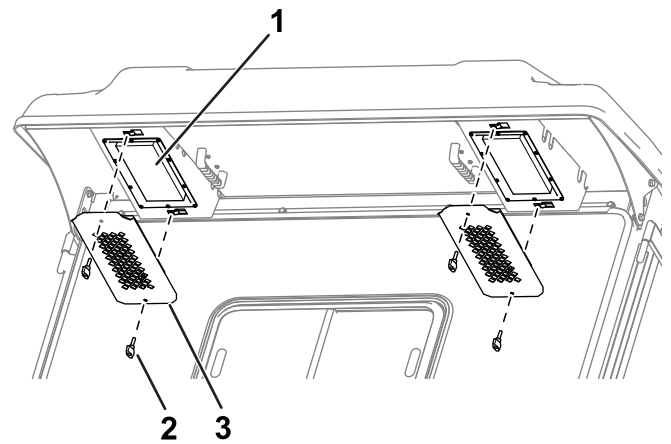

Figura 85
1. Retire los pomos y las rejillas del reborde trasero de la cabina (Figura 85).
4. Utilice los pomos y las rejillas para instalar los filtros en la cabina (Figura 85).